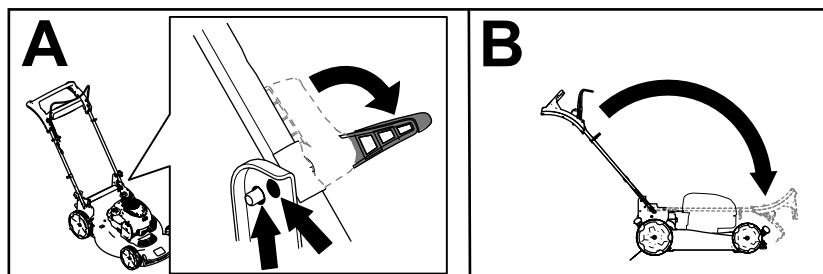

Figure 23
2. Déverrouillez le guidon jusqu'à ce que la moitié supérieure bouge librement (A de la Figure 23).
3. Rabattez le guidon complètement en avant (B de Figure 23).